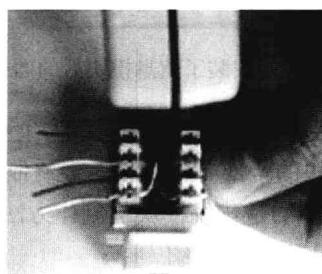
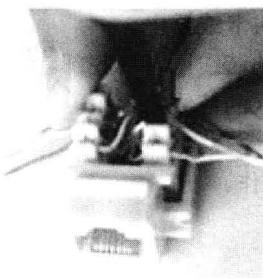

图 1-19 打错的线用线勾勾出来
图 1-20 未打好的线用工具重新压到底
⑤ 全部打完线后再对照模块上的色标检查一次，对于打错位置的芯线用打线工具的线勾勾出，重新打线。勾线的方法如图1-19所示。对于还未打到底的芯线，可用打线工具的压线刀口重新压一次。压线方法如图1-20所示。